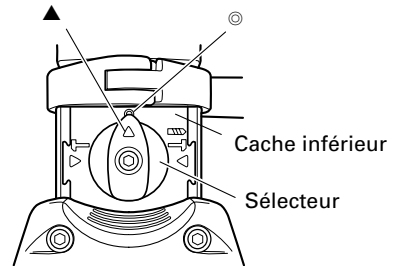

Fig. 8
(2) Pour fixer la position de travail d'outils tels que ciseau à froid, etc.
- (a) Tirer sur le sélecteur, libérer le verrouillage et le tourner. Aligner ▲ du sélecteur sur ◎ sur le dessous, comme indiqué à la Fig. 8.